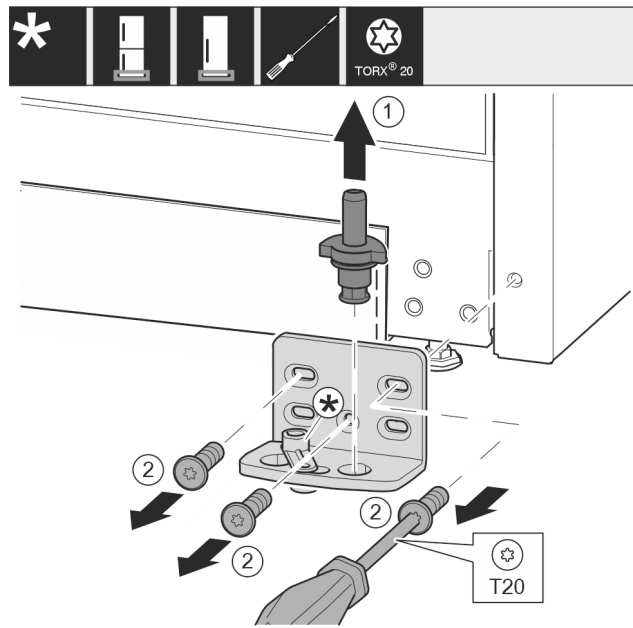

Fig. 15
- ▶ Wyjąć kompletny trzpień zawiasu Fig. 15 (1) w górę.
- ▶ Wykręcić śruby Fig. 15 (2) śrubokrętem i zdjąć płytkę zawiasu.